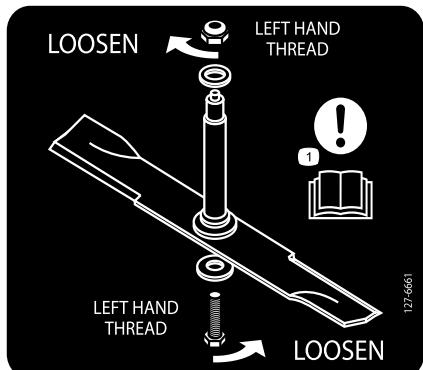

Figura 98
Importante: La cuchilla derecha de esta carcasa de corte es contrarrotativa e incorpora un perno con rosca a izquierdas. Consulte en Figura 98 la ubicación correcta de las cuchillas del cortacésped.
3. Retire del eje el perno de la cuchilla derecha (perno con rosca a izquierdas), la arandela curva y la cuchilla (Figura 98).
Nota: Observe el tipo y el lugar de instalación de cada cuchilla. Consulte en Figura 98 las posiciones correctas.